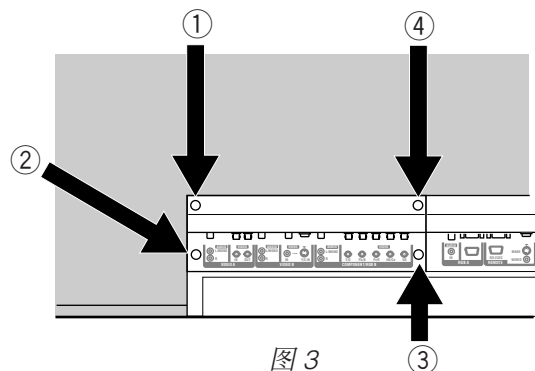

图 3
- 2) 使用步骤 2 中拧下的 4 个螺丝（① 至 ④）将视频输入装置固定（按图 3 所示）。